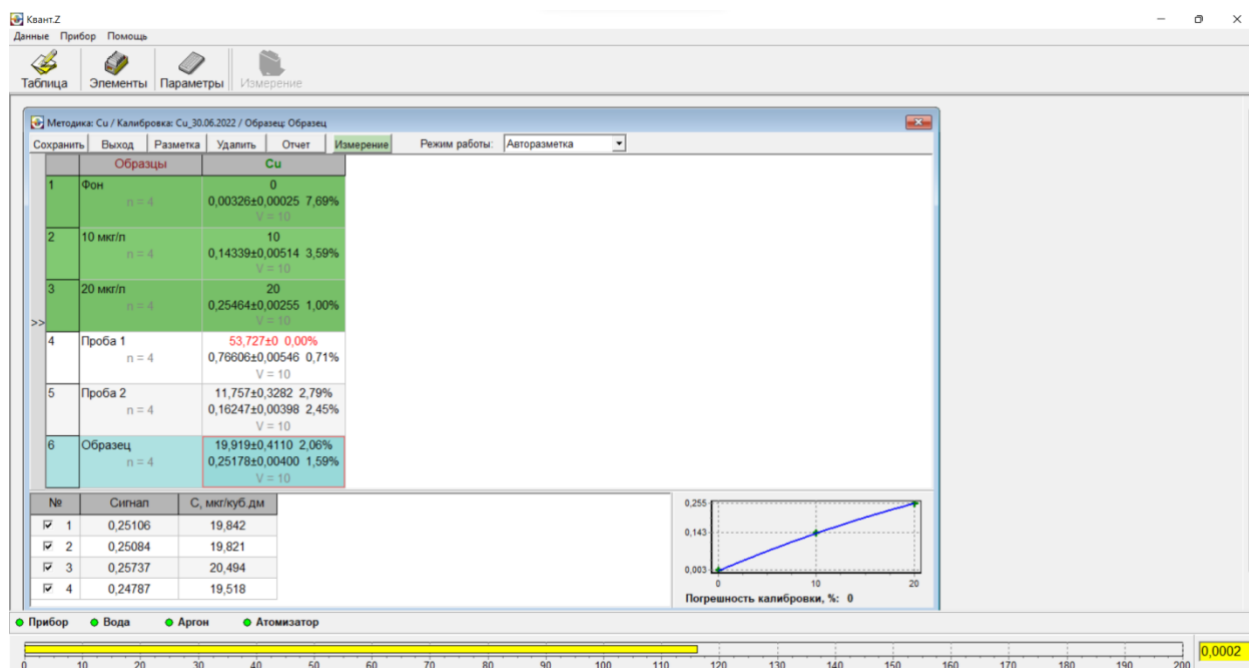

Рис. 39П – Результаты измерений
- 3.7.22** После окончания сеанса, в соответствующих ячейках индицируются результаты измерений (Рис. 39П). В ячейках стандартов отображаются средние арифметические значения аналитического сигнала и значение относительного среднего квадратического отклонения результатов измерения аналитического сигнала. В ячейках анализируемых образцов индицируются средние арифметические значения концентрации, значения относительного среднего квадратического отклонения результатов измерения концентрации и средние арифметические значения аналитического сигнала. В правой нижней части окна отображается процесс создания калибровки, а после создания отображается созданная калибровка.
Если левой кнопкой мыши щелкнуть по соответствующей ячейке, то в нижней части окна будут отображены результаты параллельных измерений аналитического сигнала и концентрации, соответствующего образца. На рис. 39П отображены результаты измерений в «Образце б». «Проба 1» отмечена красным, так как её значение значительно превышает верхнюю точку калибровки.